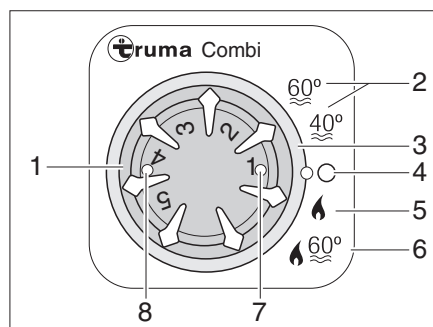

Bild 209 Bedieneinheit für Heizung/Boiler
Betriebsart wählen: ■ Betriebsart mit dem Drehschalter (Bild 209,3) einstellen.
Winterbetrieb Die Heizung wählt nach eingestellter Heizstufe selbstständig die benötigte Brennerstufe. Bei Betriebsart "Heizung und Boiler" (Bild 209,6) wird auch das Wasser im Boiler erhitzt. Die Heizung kann in der Betriebsart "Heizung ohne Boiler" (Bild 209,5) mit leerem Boiler betrieben werden.
■ Temperaturdrehknopf (Bild 209,1) an der Bedieneinheit auf gewünschte Heizstufe stellen.
■ Drehschalter (Bild 209,3) auf Winterbetrieb "Heizung ohne Boiler" (Bild 209,5) oder auf Winterbetrieb "Heizung und Boiler" (Bild 209,6) stellen.
Grüne Kontroll-Leuchte (Bild 209,7) leuchtet.
- Drehschalter (Bild 209,3) auf "O" (Bild 209,4) stellen.
Die Kombination Gasbetrieb und 230-V-Elektrobetrieb verkürzt die Aufheizzeit (nur möglich, wenn die Heizung an der Bedieneinheit (Bild 209) auf Winterbetrieb gestellt ist).